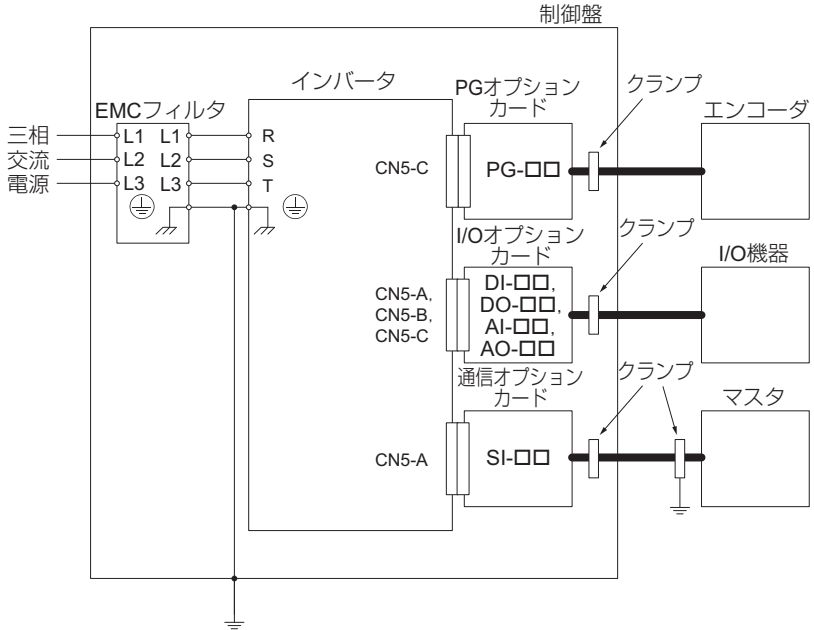

図 27 オプションカードの設置方法
2. 配線はできるだけ短くする。なお、図 27 に従ってシールドを接地してください。